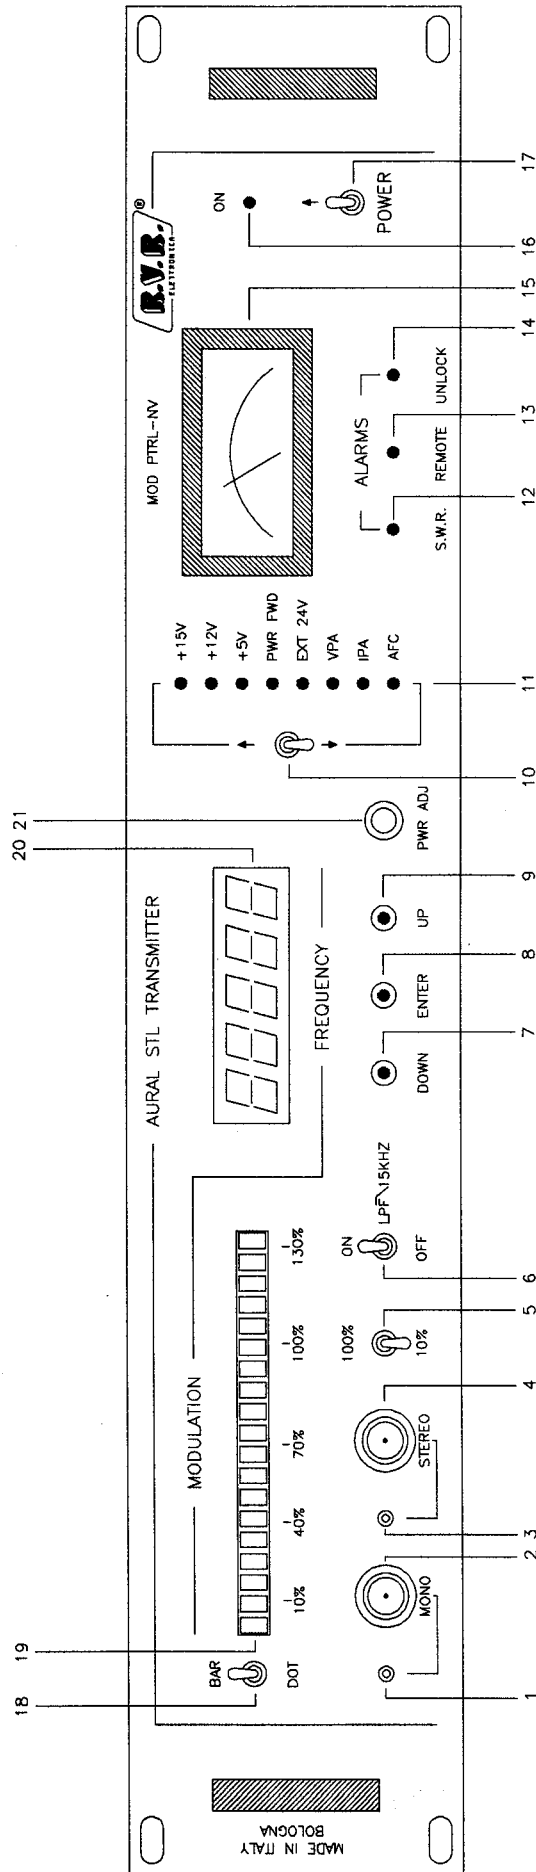

FIG. 1
**DESCRIZIONE DEL PANNELLO FRONTALE (Fig.1)**